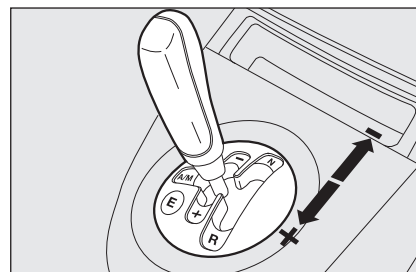
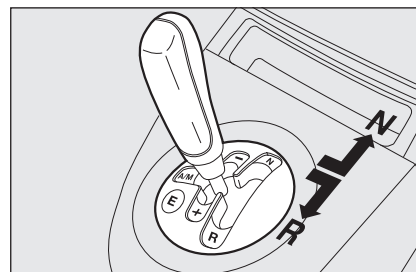
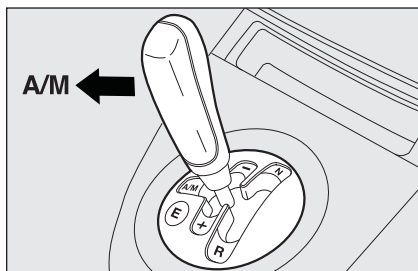

fig. 1
fig. 2
fig. 3
De transmissie bestaat uit een normale mechanische versnellingsbak met versnellingspook **fig. 1**, waaraan een elektronisch geregeld elektrohydraulisch systeem is toegevoegd. Dit systeem bedient automatisch de koppeling en regelt het overschakelen.
- ☐ Druk de versnellingspook naar **+** **fig. 1** om de eerste versnelling in te schakelen (vanuit stand **N** of **R** kunt u de pook in de middelste stand plaatsen) of in **R** **fig. 2** om de achteruit in te schakelen.
- ☐ Druk tijdens het rijden de versnellingspook naar **+** **fig. 1** om op te schakelen of naar **-** **fig. 1** om terug te schakelen.
- ☐ Druk de versnellingspook naar **A/M** fig. 3 voor het inschakelen van de automatische werking of naar **R**-fig. 2 voor het inschakelen van de achteruit.
De “multistabiele” versnellingspook fig. 1 op de tunnelconsole heeft drie vergrendelde en drie onvergrendelde standen.
De drie vergrendelde standen zijn de standen die overeenkomen met de vrijstand **N**-fig. 2, de achteruit **R**-fig. 2 en de middelste stand tussen de onvergrendelde standen (+) en (-) fig. 1.
Bij de onvergrendelde standen keert de pook direct na het loslaten terug in de middenstand. Dit zijn de standen voor het opschakelen (+), het terugschakelen (-) en de automatische werking (**A/M**) fig. 3.
Voor het in-/uitschakelen van de automatische werking (**AUTO**) moet de pook in stand **A/M** fig. 3 worden gezet; de inschakeling wordt bevestigd door de weergave van het opschrift **AUTO** fig. 5 en de ingeschakelde versnelling op het display.
- ☐ als de pook al in de middelste stand stond, moet deze naar stand **+** **fig. 1** worden gedrukt;
- ☐ als de pook in stand (**N**) of (**R**) **fig. 2** stond, moet deze in de middelste stand worden gezet en vervolgens naar stand **+** **fig. 1** worden gedrukt;
- ☐ als de pook al in de middelste stand stond, moet deze 2 maal naar stand **+** **fig. 1** worden gedrukt;
- ☐ zet de pook in stand (**R**) **fig. 2**;